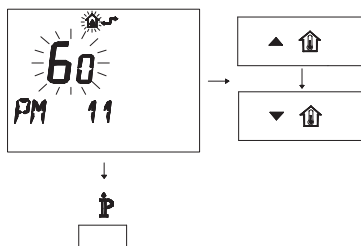

Fig. 5.58
- Per modificare il SET programmato agire sui pulsanti o e aspettare che il numero programmato cominci a lampeggiare (Fig. 5.58). Ogni passo incrementato o decrementato corrisponde a 1 secondi.